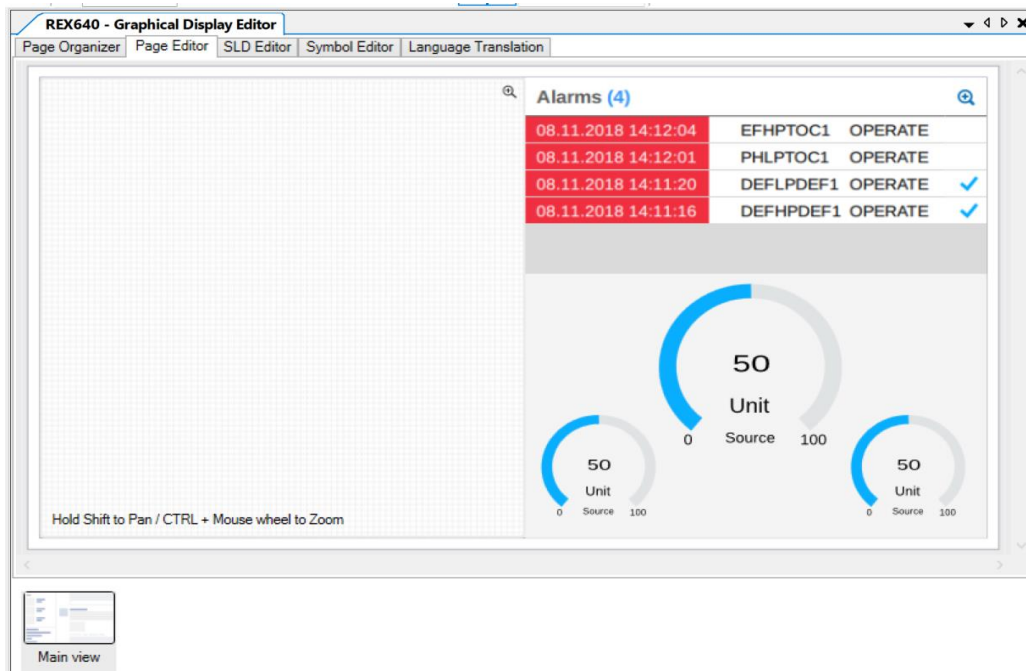

Imagen 149_Ventana de Page Editor para el display.
3.14 Tendremos la siguiente ventana como en la **Imagen 149**, aquí observaremos el esqueleto que tendrá nuestros display.